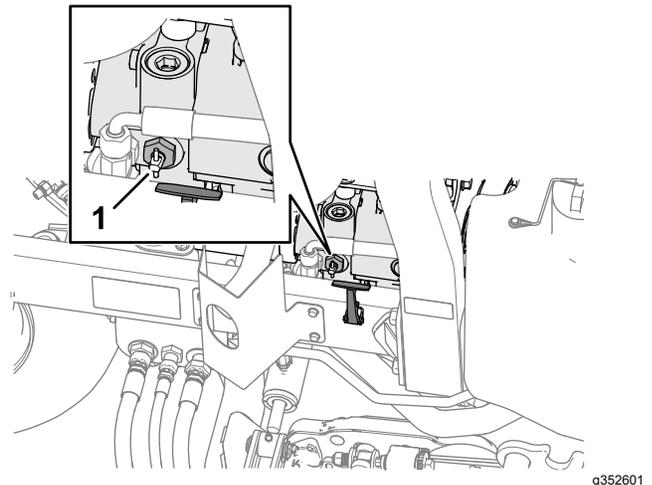

图 51
2. 在右机罩门锁旁旋转泵图 51 上的手柄旁通阀并将阀门旋转 90°。